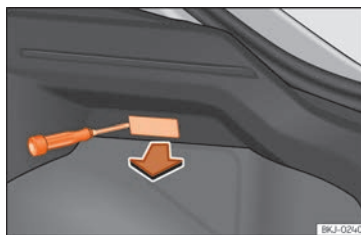

Fig. 64 Luz del maletero.
- Extraiga la tulipa haciendo presión sobre el borde de la parte interior de la misma con ayuda de un destornillador por su parte plana »» fig. 64.